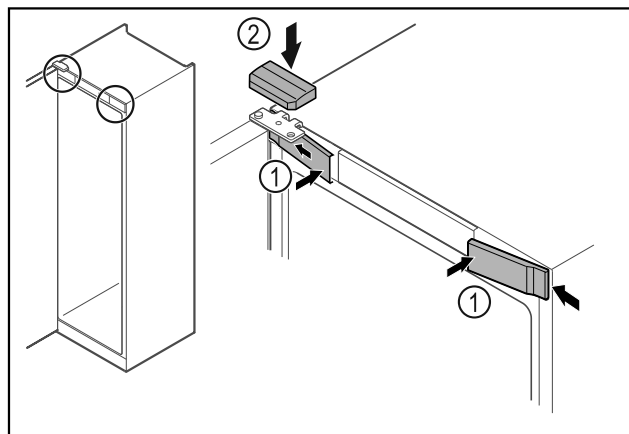

Fig. 51 *
- Vordere Abdeckungen Fig. 51 (1) seitlich einhaken und aufrasten.*
- Obere Abdeckung Fig. 51 (2) von oben aufrasten.*